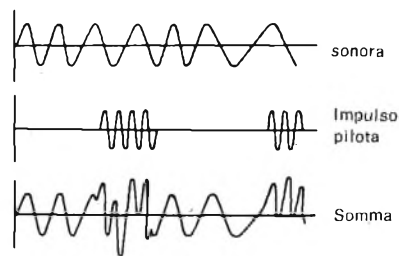

Fig. 1 - Frequenza con l'informazione sonora, frequenza pilota e somma risultante.
A bassa temperatura, l'uscita del TAA 521 è zero o anche negativa; di conseguenza, il transistor TR_{12} risulterà bloccato mentre il transistor TR_{13} sarà in saturazione; il relè RA verrà eccitato, e di conseguenza i riscaldatori verranno inseriti. L'uscita del TAA 521 aumenta con la temperatura e quando essa risulterà sufficientemente positiva, il diodo D_{18} andrà in interdizione; in queste condizioni, TR_{12} andrà in saturazione mentre TR_{13} si bloccherà diseccitando RA, e di conseguenza interrompendo il circuito di alimentazione dei riscaldatori. Aumentando ulteriormente la temperatura, l'uscita del TAA 521 raggiungerà un valore sufficientemente elevato da disinserire completamente anche il diodo D_{17} ; in queste condizioni, verrà applicata ai terminali di ingresso C e D del TR_1 di fig. 1, una tensione di controllo che provocherà un aumento della velocità della ventola. In questa maniera è possibile ottenere un controllo della temperatura veramente efficace, per il semplice fatto che alle temperature più elevate corrisponde un maggiore spostamento di aria.
- 3) Regolare la più bassa velocità della ventola con R_4 (fig. 1).
Il funzionamento dell'apparecchio è il seguente: (fig. 1) all'informazione sonora viene sovrapposta una frequenza impulso inviando le due frequenze in un mixer. L'impulso di avanzamento consiste in un treno di oscillazioni sinusoidali di frequenza relativamente alta ovvero ultra-udibile.